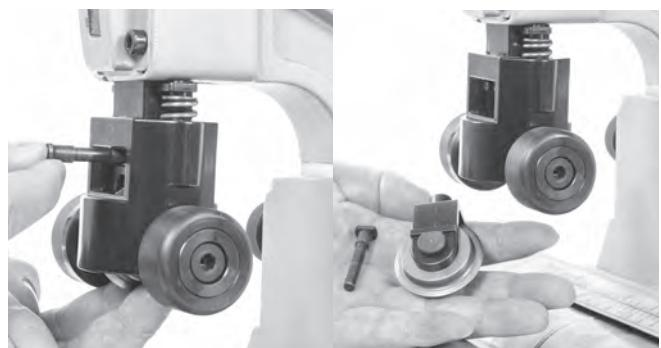

Abbildung 14 – Entfernen des Radhalters
1. Entfernen Sie den Verbindungsbolzen. Der Radhalter fällt heraus (Abbildung 14).